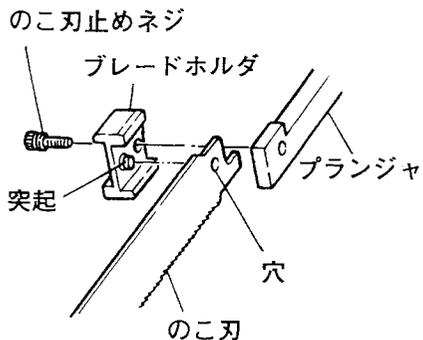

図 4
- (2) のこ刃をプランジャとブレードホルダの間にさし込み、ブレードホルダの突起にのこ刃の穴を入れます。(のこ刃を手前に引張り、抜けてこないことを確認します。)(図4)
- (3) のこ刃止めネジを六角棒スパナで締付け、のこ刃を十分に固定します。
- 注**・作業終了後、プランジャ部に切粉・土・砂・水分などを付着したままにしておくと、プランジャ部(図4参照)がさびついて機体内部の故障の原因になるので、必ず清掃して保管してください。